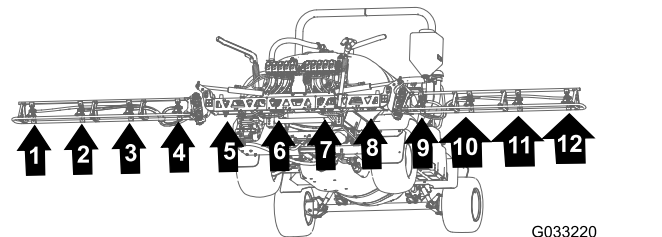
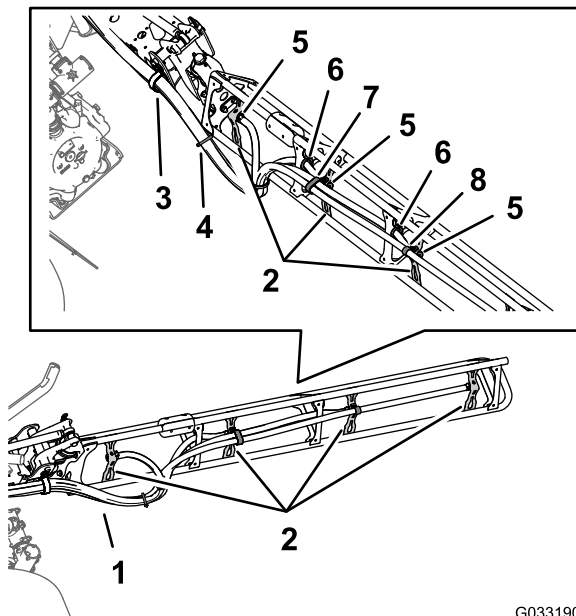

Figura 75
Figura 76
1. Enrute las mangueras de las boquillas de fumigación 1, 2, 3 y 4 a través de la abrazadera en R en el extremo exterior izquierdo de la sección de brazo central (Figura 75 y Figura 76).
- Enrute las mangueras de las boquillas de fumigación 7, 8, 9 y 10 a través de la abrazadera en R en el extremo exterior derecho de la sección de brazo central (Figura 75 y Figura 76).
- Enrute las mangueras de alimentación de 279 cm (110") y los conectores dentados (3/4") por la sección de brazo hasta las boquillas de fumigación 1 y 10, como se muestra en la Figura 75 y la Figura 76.
- Enrute las mangueras de alimentación de 234 cm (92") y los conectores dentados (3/4") por la sección de brazo hasta las boquillas de fumigación 2 y 9, como se muestra en la Figura 75 y la Figura 76.
- Enrute las mangueras de alimentación de 188 cm (74") y los conectores dentados (3/4") por la sección de fumigación hasta las boquillas del fumigación 3 y 8, como se muestra en la Figura 75 y la Figura 76.
- Enrute las mangueras de alimentación de 188 cm (74") y los conectores dentados (3/4") por la sección de brazo hasta las boquillas del fumigación 4 y 7, como se muestra en la Figura 75 y la Figura 76.
- Ate las 4 mangueras de las boquillas de fumigación con una brida, como se muestra en la Figura 76.